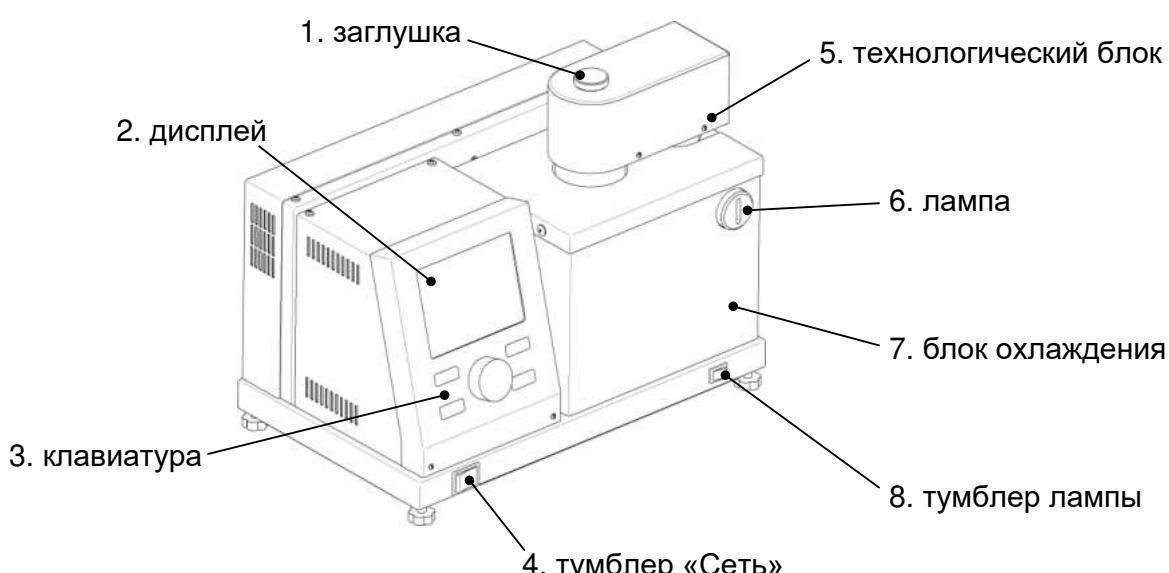
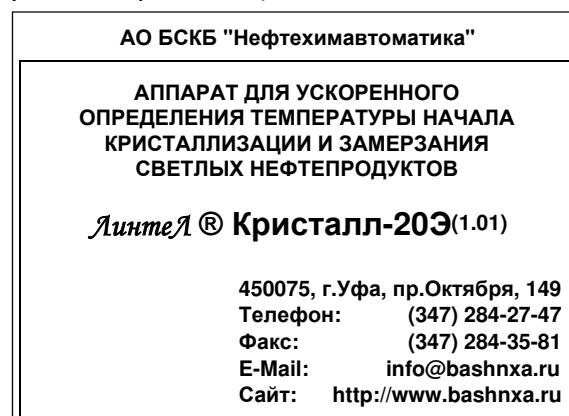

Рисунок 1 – Общий вид аппарата
Рисунок 3 – Окно загрузки
3.3.1 Включить аппарат тумблером «Сеть» (рисунок 1 на странице 3, позиция 4) – на дисплее отобразится окно загрузки (рисунок 3, страница 5).
- 7) Режим работы аппарата – непрерывный. После окончания работы аппарат выключается тумблером «Сеть» на переднем торце аппарата (рисунок 1 на странице 3, позиция 4).